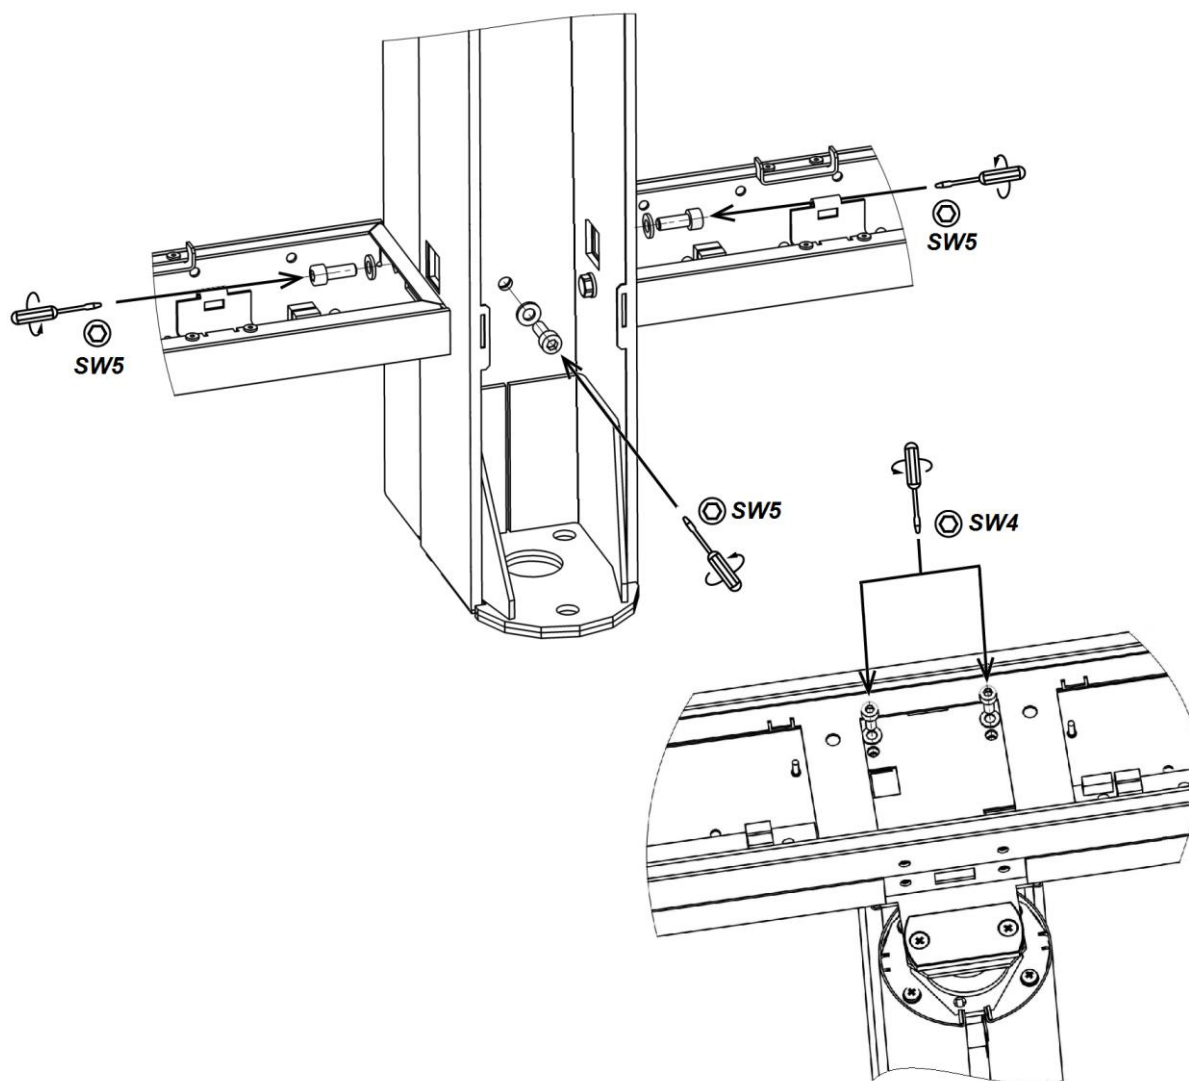

Рисунок 31. Демонтаж задней панели центральной стойки
1. Снимите верхнюю крышку секции (10) (см. разд. 8.9.6) и две защитные пластины.
2. Снимите блок индикации на центральной стойке (3) (см. разд. 8.9.5).
3. Снимите кожух створки (4) (см. разд. 8.9.4).
4. Снимите кожух центральной стойки (5) (см. разд. 8.9.1).
5. Снимите обе крышки нижнего короба (14) (см. разд. 8.9.7).
6. Для секции **PERCo-ST-01**: Снимите заднюю панель центральной стойки (6). Для этого открутите 2 винта М6×16 (под шестигранный ключ SW5) в нижних коробах, один винт М6×16 (под шестигранный ключ SW5) в нижней части центральной стойки и два винта М5×12 (под шестигранный ключ SW4) в верхнем коробе (см. рис. 31).